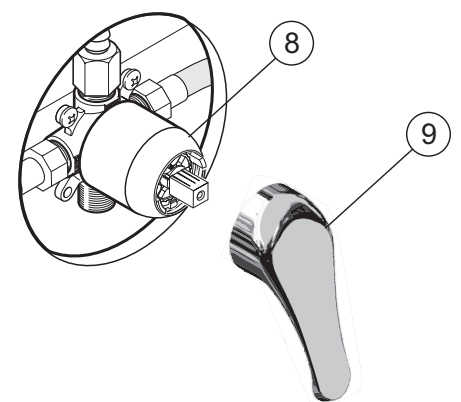

Fig. 2
Before proceeding with the final assembly, make sure plumbing is watertight. To proceed with testing, temporarily assemble lever (9) to faucet (Fig. 2) and turn water on.
Avant de terminer l'installation, assurez-vous que la plomberie est tout à fait étanche. Pour ce faire, assemblez temporairement la poignée (9) du robinet (Fig. 2) et ouvrez l'alimentation en eau.
Antes de terminar la instalación, asegúrese de que la fontanería sea perfectamente estanca. Para eso, ensamble temporariamente el puño (9) del grifo (Fig. 2) y abra la alimentación de agua.